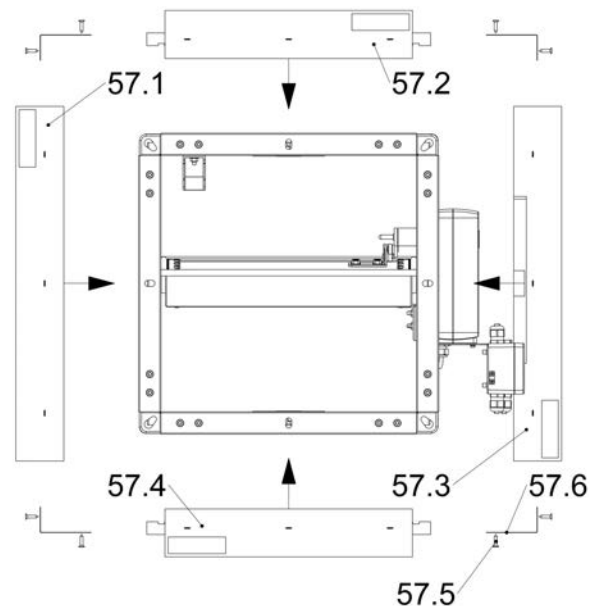

Abbildung 116: BKL mit Einbaurahmen Typ ERA2 (lose)
Ist der Einbaurahmen Typ ERA2 als Bausatz lose bestellt bzw. geliefert worden, muss dieser noch anhand nachfolgender Anleitung an der BKL (s. Abbildung 116) montiert werden. Um Beschädigungen bei der Montage des Einbaurahmens Typ
- Die Brandschutzklappe auf den Flansch der Bedienseite (BS) stellen.
- Umlaufend um das Gehäuse der BKL (Pos. 1) werden entsprechend der Abbildung 116 die beiden B- sowie H-Teile (Pos 57.1 - 57.4) positioniert.